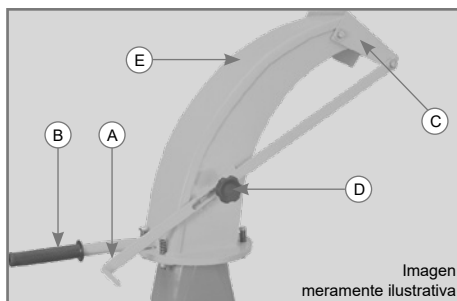

Figura 10
El pico de salida cuenta con regulación de la orientación del quiebra-chorro (C) y giro de 360°. Para realizar la regulación, siga las instrucciones a continuación, como muestra la Figura 10: